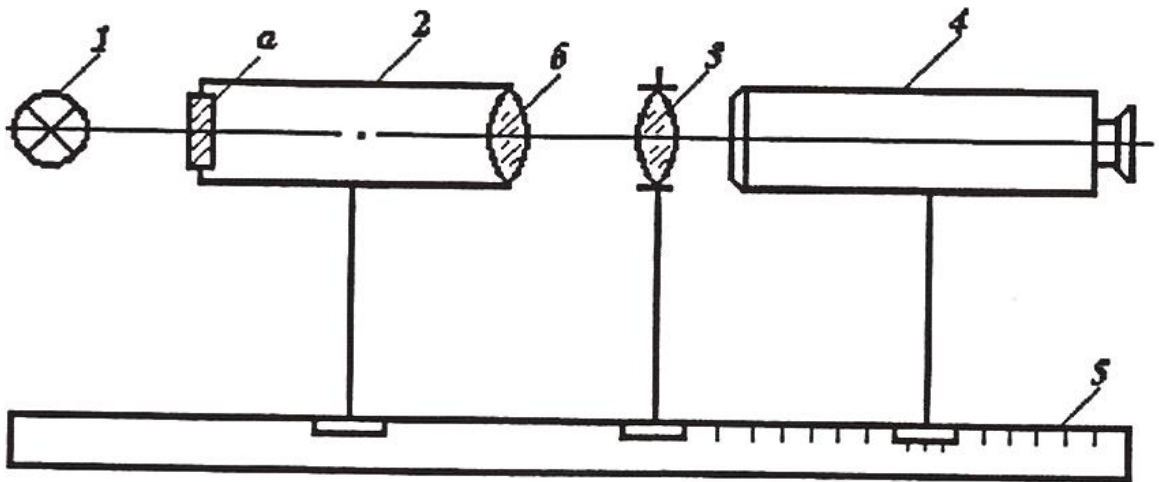

Рис.1.
Для практических целей часто бывает достаточно определить фокальные отрезки линз S_F и $S'_{F'}$. Данные отрезки можно измерить на оптической скамье. Для этого применяется установка состоящая из компаратора, тест – объектом которого может служить сетка – мира и микроскопа, перемещающегося вдоль оптической скамьи. Между микроскопом и коллиматором помещается испытуемая линза (рис.1). Изображение сетки – мира строится в фокальной плоскости испытуемой линзы, значит измерение фокального отрезка сводится к измерению расстояния между изображением сетки – мира и вершиной линзы.
2. Схема установки (рис. 1)